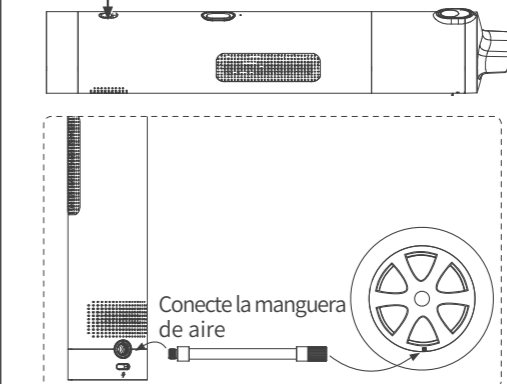

Figura 1
- ① Seleccione el modo compresor o aspiradora (seleccione el modo compresor).
- ② Seleccione el tipo de compresión: Es posible preestablecer el nivel de presión del neumático según sea necesario.
- ③ Conecte la manguera de aire (véase la Figura 1).
- ④ Presione ▶ dos veces para comenzar la compresión.
- ⑤ El proceso de compresión se detiene automáticamente una vez alcanzado el valor preestablecido.